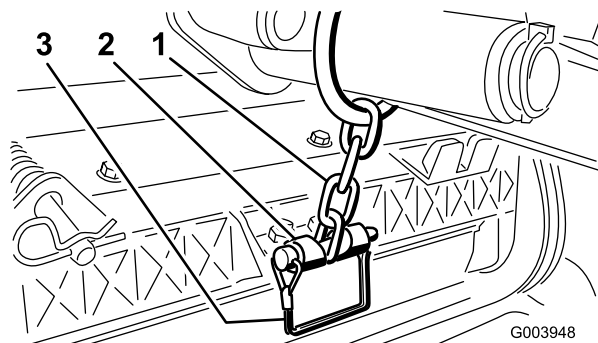

図 12
3. スナップピンで、昇降アームのチェーンをチェーンブラケットに固定する 図 12。